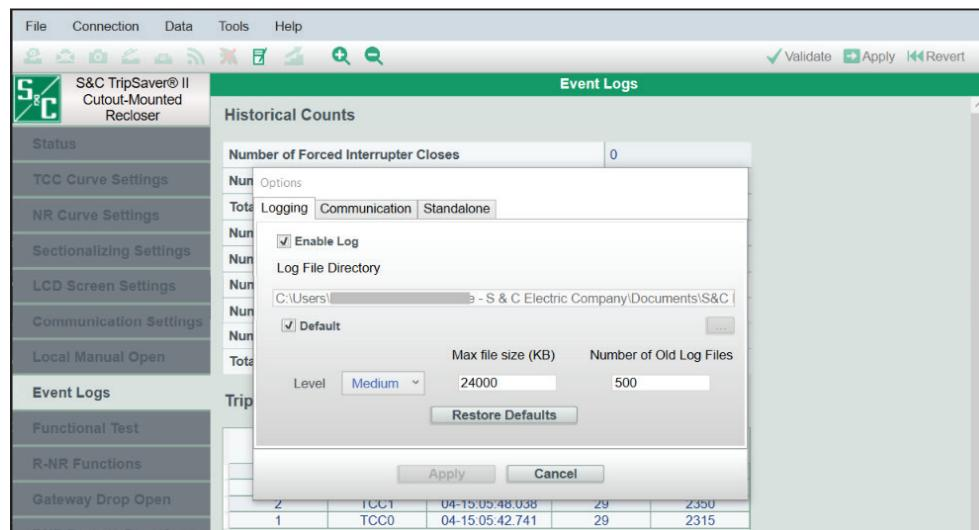
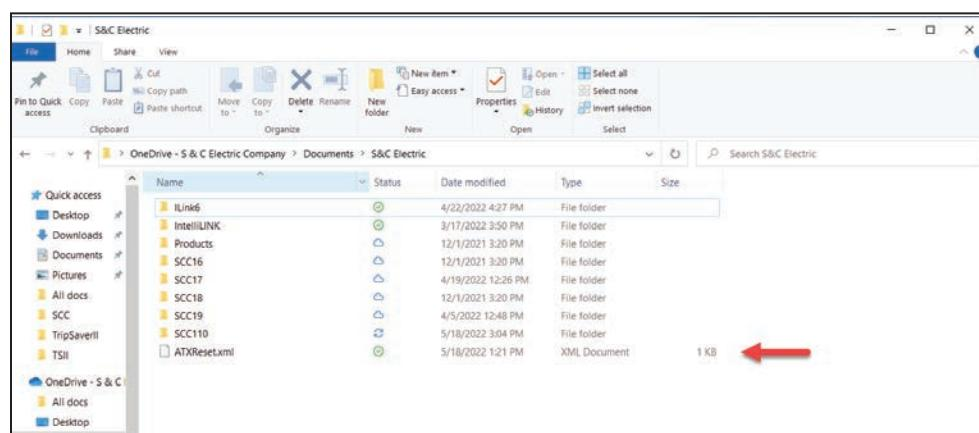
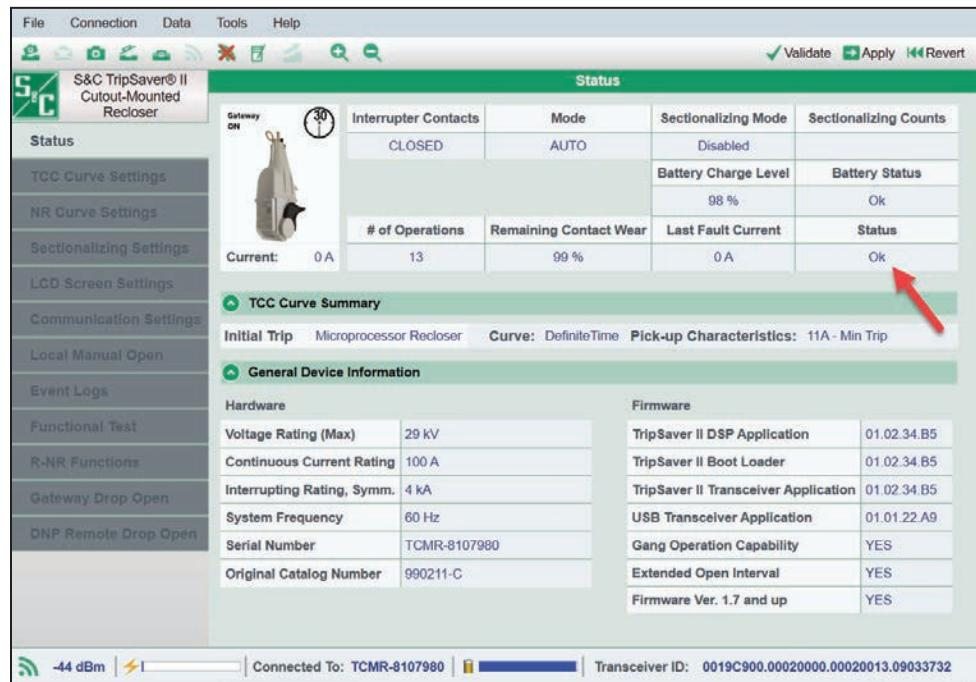

Figura 146. El Directorio de Archivos de Registro predeterminado.
Figura 147. La ubicación del archivo de reparación será el Directorio de Archivos de Registro predeterminado.
Figura 151. La pantalla de **Estado** después de un procedimiento de restablecimiento exitoso de **Clear Service Now (Borrar Servicio Ahora)**.
PASO 4. S&C devolverá el archivo de reparación ATXReset.xml. Coloque el archivo de reparación en el Directorio de Archivos de Registro predeterminado. Para encontrar el Directorio de Archivos de Registro predeterminado, seleccione *Tools>Options (Herramientas>Opciones)* en el menú **Principal**. Ver la Figura 146 y la Figura 147.
- PASO 8.** Navegue a la pantalla de *Status (Estado)* y verifique el estado del reconnectador TripSaver II. Si el Estado está **Ok (Bien)**, el estado de **Service Now (Servicio Ahora)** ha sido borrado. Ver la Figura 151. A continuación, elimine el archivo ATXReset.xml del directorio de archivos de registro predeterminado. Ver la Figura 147 en la página 110. Si el estado de **Servicio Ahora** sigue presente, póngase en contacto con el Centro de Soporte y Monitoreo Global de S&C llamando al 1-888-762-1100.